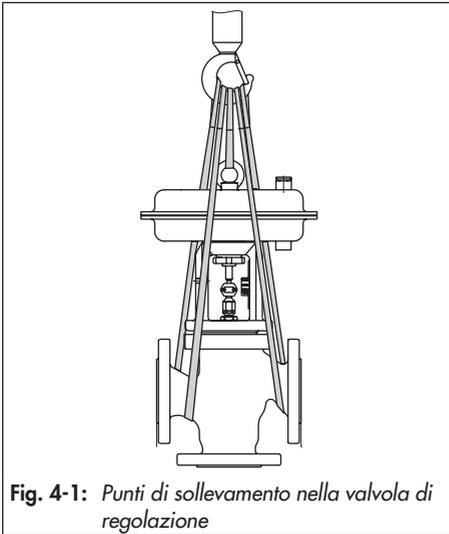

Fig. 4-1: Punti di sollevamento nella valvola di regolazione
- Come mezzo di supporto utilizzare un gancio con chiusura di sicurezza, per impedire che le funi di sollevamento scivolino dal gancio durante il sollevamento e il trasporto, vedere Fig. 4-1.
1. Attaccare una braca di sollevamento alle flange dell'alloggiamento e al mezzo di supporto (ad es. gancio) della gru o del carrello elevatore, vedere Fig. 4-1.